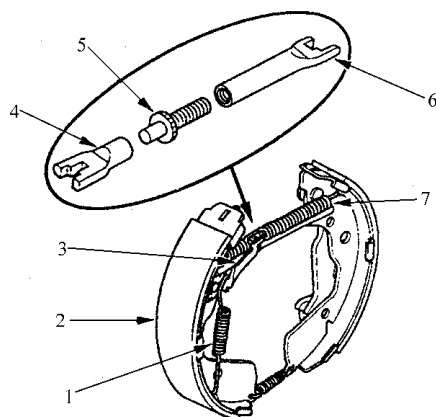

图 8-49 安装自动调节装置
8) 见图 8-49，安装张紧销，在推压每个固定弹
4) 如图 8-49 所示，将自动调节装置和自动调节装置弹簧安装在制动蹄的前侧。